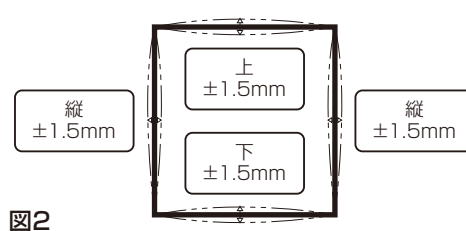

図2
- ②取付ける開口部それぞれのたわみが図2の寸法以内であることを確認してください。